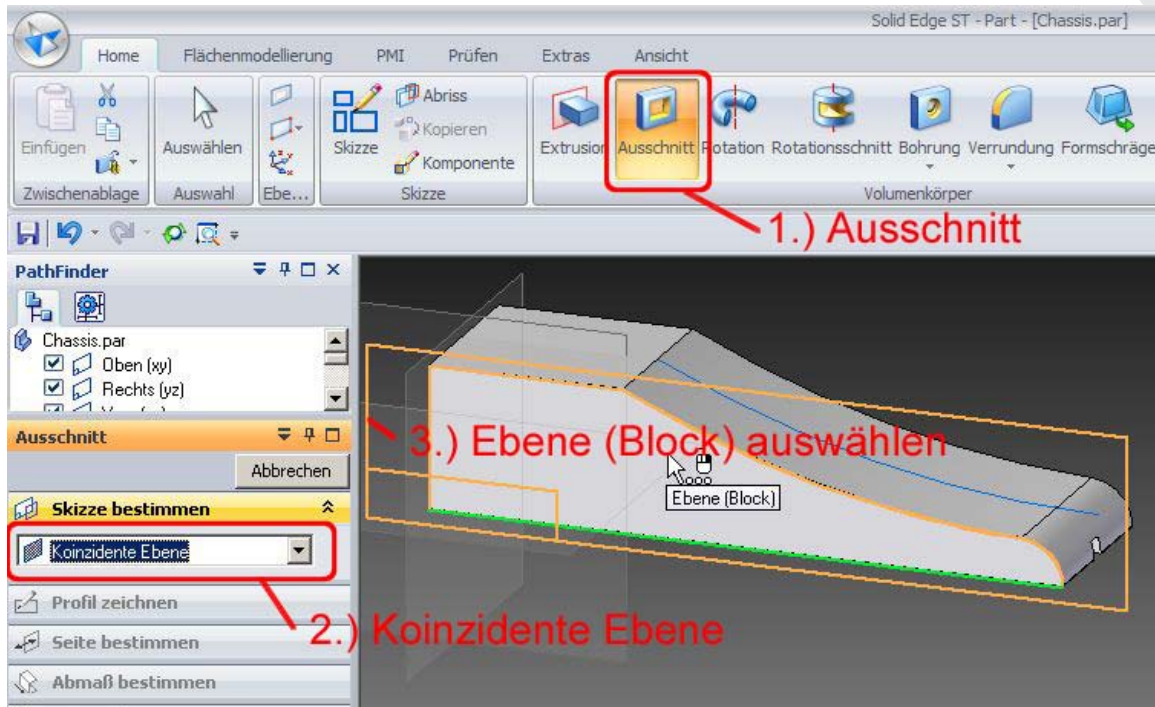

Abb. 31 Die Ebene für den Radausschnitt auswählen
65. Klicken Sie auf die Schaltfläche -Ausschnitt - (Abb. 31 1).
66. Wählen Sie -Koinzidente Ebene- aus (Abb.31 2).
67. Wählen Sie im Arbeitsfeld die vordere Ebene des Chassis (Abb. 31 3).